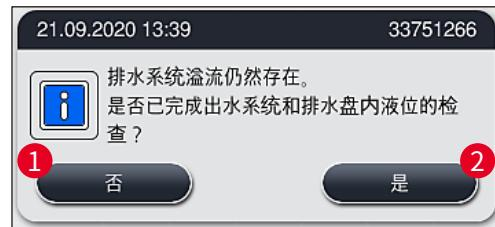

图 124
2. 经过 5 分钟且尝试过其他清洁方式后，堵塞仍未解决，显示屏上出现消息（→“图 124”），告知用户水位仍然过高。按下否（→“图 124-1”），用户可将等待时间再延长 5 分钟，以尝试其他清洁方式。如果在第二个周期过程中尝试其他清洁方式成功，按照 1 中所述解决当前的情况。如果需要更多时间采取清洁措施，再次按下否（→“图 124-1”）。该周期时间可重复多次。如果尝试过所有清洁方式仍未能疏通堵塞，按下是（→“图 124-2”）启动受控的中止过程，请参加下面的 3 和 4。